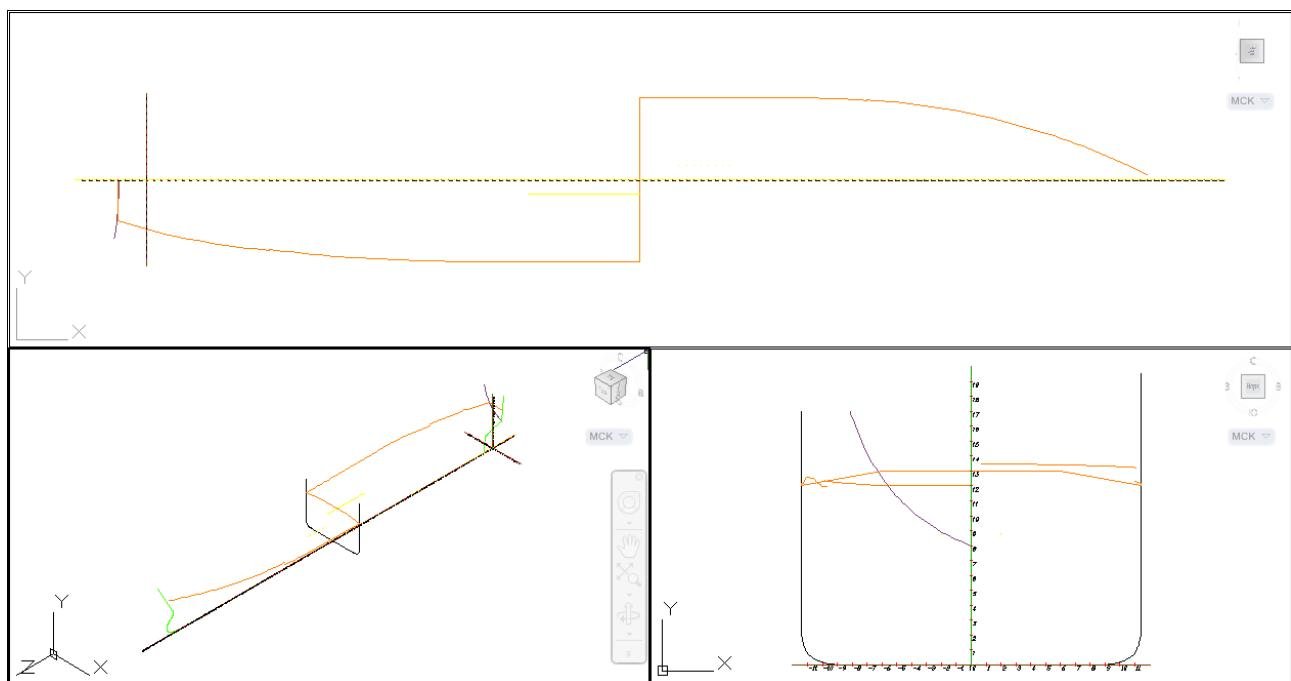

Рисунок 37. Конфигурация ТРК
- TPK для трехэкранной конфигурации (сверху — вид PSH, снизу слева — вид TZ, снизу справа — вид KOR, рисунок 37);